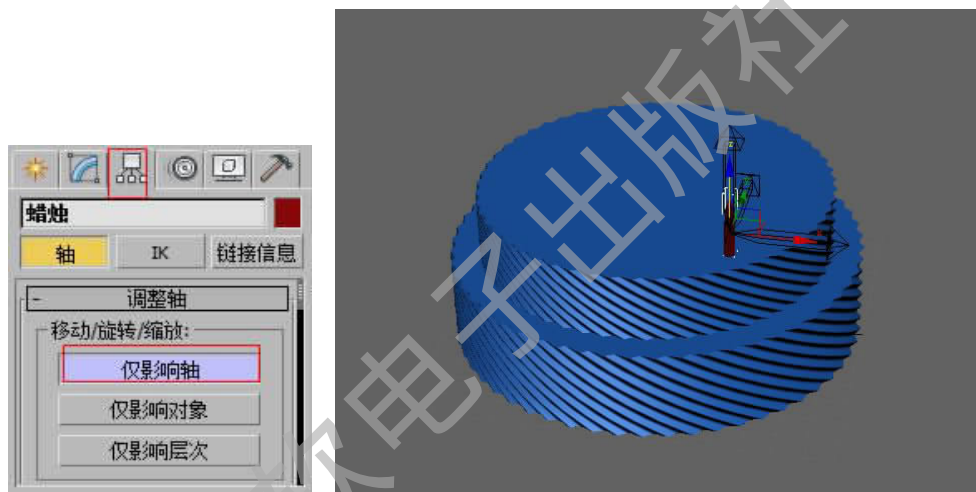

图 2-68 调节轴
Step 12. 将成组之后的蜡烛放到蛋糕上相应的位置, 进入  层级面板, 选择“仅影响轴”, 如图 2-68 所示。